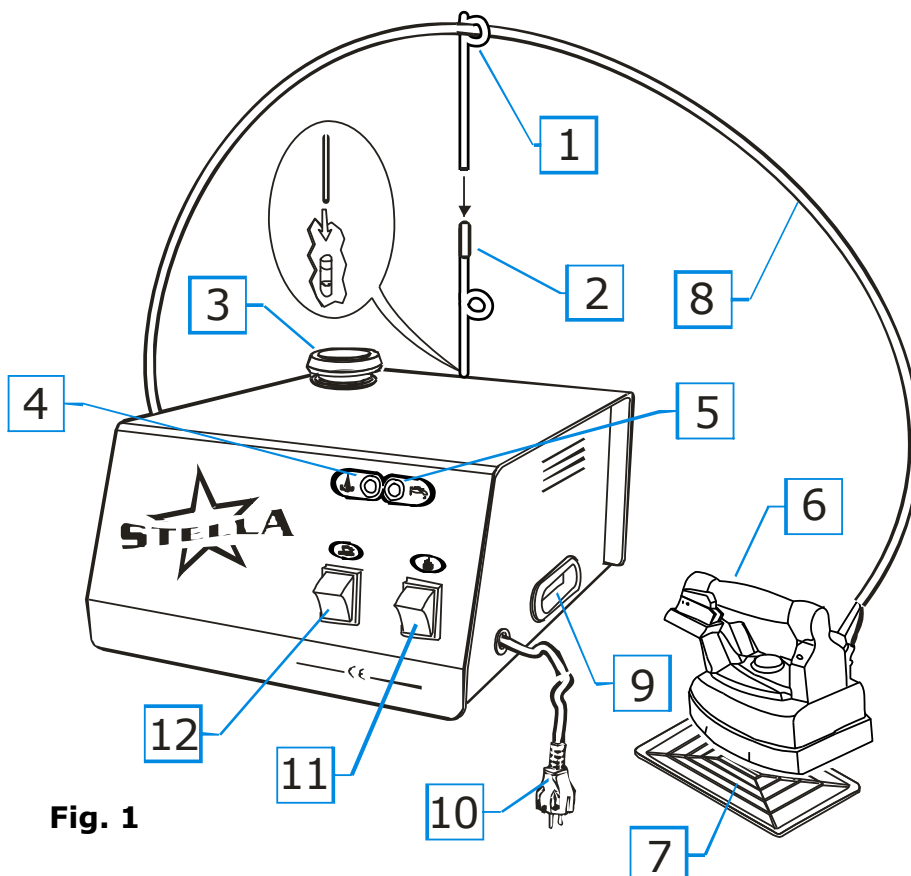
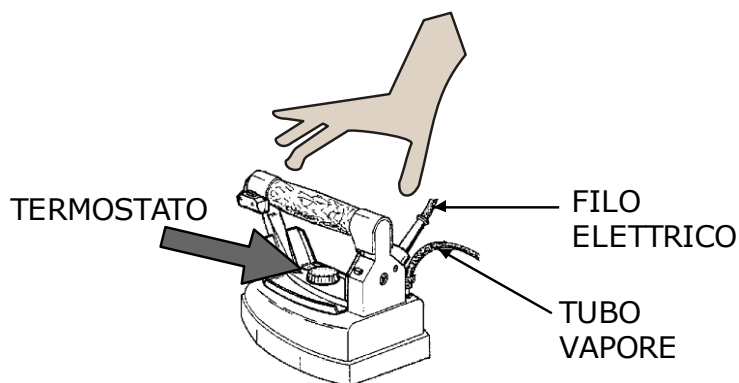
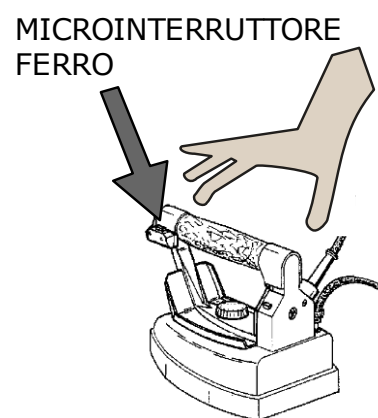

Fig. 1
Fig. 3
Fig. 4
Per il trasporto e la movimentazione della STELLA servirsi esclusivamente delle apposite maniglie. Mai tirare i cavi elettrici (fig. 1).
2. Estrarre la STELLA dalla scatola, montare l'antenna e inserirla nell'apposito porta antenna (fig. 1) situato sul retro della STELLA, avendo l'avvertenza di inserirla bene fino in fondo.
4. Posare il ferro sul poggia ferro in gomma in dotazione (fig. 1).
3. Accendere l'interruttore della caldaia (fig. 1 - 11), l'interruttore del ferro (fig. 1 - 12) e portare il termostato del ferro da stiro (fig. 3) sulla posizione "cotone".
4. Attendere che la spia caldaia si spenga (fig. 1 - 4). A questo punto sollevare il ferro da stiro per il manico in sughero e premere il microinterruttore del ferro (fig. 4) per 4-5 volte, facendo uscire il vapore. Bisogna inoltre accertarsi che il vapore sia ben saturo (premendo il microinterruttore con il ferro da stiro rivolto verso il pavimento). A operazione eseguita, il ferro da stiro è pronto per stirare. Durante lo stiro la spia caldaia si accende e si spegne in continuazione, segno di normale funzionamento (fig. 1 - 4).
1. Passare il ferro da stiro sui capi da stirare, premendo ad intervalli il microinterruttore del ferro (fig. 4) per far uscire il vapore.
4. Per la stiratura a secco si può regolare il termostato (fig. 3) sulle varie posizioni, a seconda del tipo di tessuto che si vuole stirare (fare riferimento quindi alle indicazioni apposte sui capi). Per lo stiro a vapore si deve regolare il termostato sulla posizione "cotone" o "lino" (**N.B.:** solamente per i ferri Tulipano il termostato deve essere posizionato su fine "lana" - inizio "cotone").
3. il tubo vapore e il filo del ferro da stiro ogni qualvolta risultino danneggiati (fig. 3).
6. quando il ferro si surriscalda o perde acqua (fig. 3);
7. quando si lava o si pulisce il ferro da stiro con l'acqua (fig. 3);